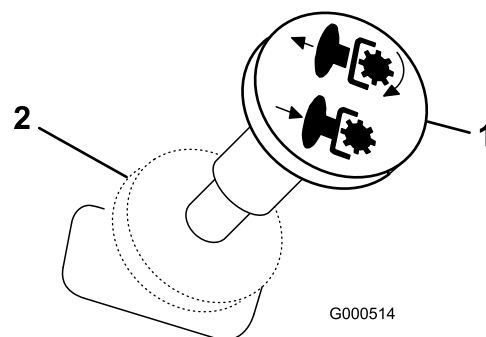

Figura 13
4. Tire del mando de la toma de fuerza (PTO) para engranarla (Figura 13).
Para desengranarla, empuje el mando de la toma de fuerza (PTO) a la posición **Desengranada** (Figura 13).